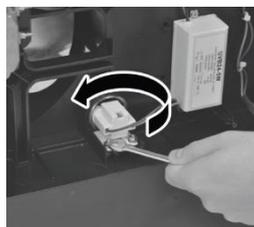

Рис. 33
3. Ослабьте гайки держателя лампы при помощи гаечного ключа SW 7 (рис. 33).